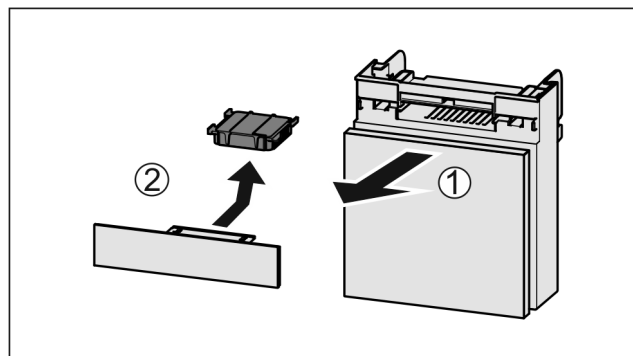

Fig. 138
- ▶ Pretinac izvucite Fig. 138 (1) prema naprijed.
- ▶ Izvadite filtarski s aktivnim ugljenom Fig. 138 (2).